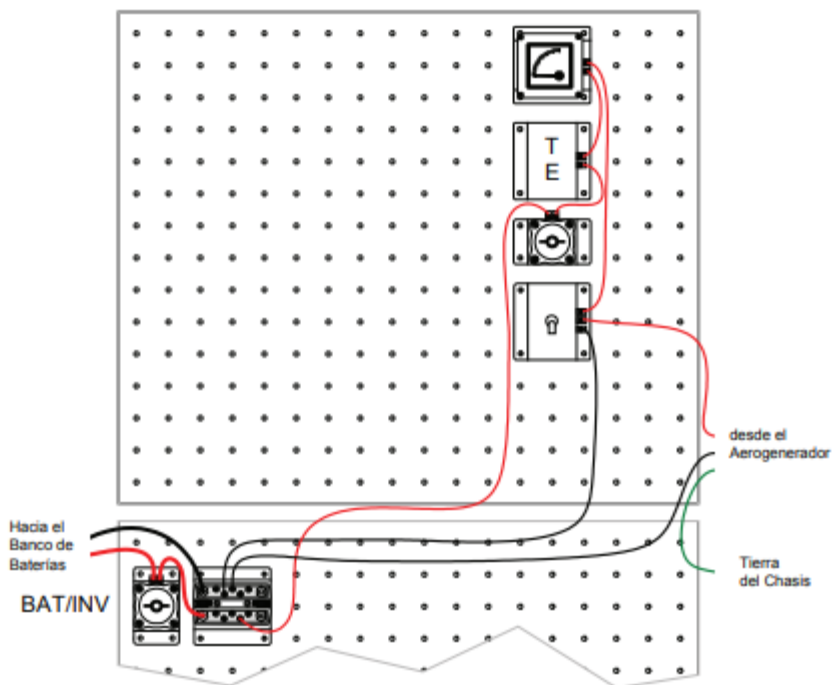

Figura 3-3. Cableado del sistema.
4. En la superficie de trabajo vertical instale el Interruptor de parada, el interruptor de desconexión TE, el disyuntor de CC y el amperímetro de CC. Asegure las pestañas de seguridad de cada módulo y posícionelos de acuerdo a lo mostrado en la figura 3-3.
6. Utilice tres conectores de cables rojos #8 AWG (10mm²) para conectar el cable rojo del aerogenerador TE al terminal central del interruptor de parada (IP). Conecte el terminal superior del interruptor de parada al terminal positivo (+) del amperímetro de CC. Conecte el terminal negativo (-) del amperímetro al disyuntor.
10. El equipo didáctico debe estar conectado de una manera similar a lo mostrado en la figura 3-3.